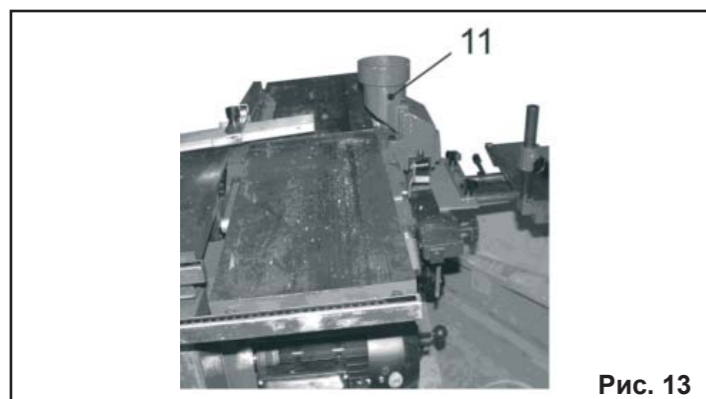

Рис. 13
8.3.3. Установите и закрепите кожух фрезера (11), Рис. 13.